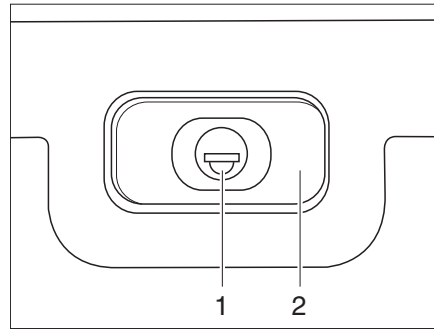

Fig. 32 Cerradura de la trampilla, rectangular, cerrada
- Introducir la llave en el cilindro de cierre (Fig. 32,1) y girarla un cuarto de vuelta. El asidero de la cerradura (Fig. 32,2) se abre de golpe.